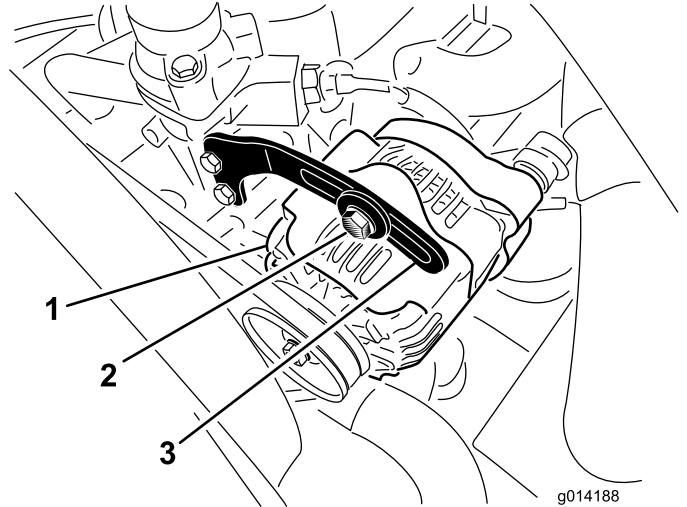

Figura 37
2. Verifique a tensão da correia do alternador, premendo-a (Figura 37) até meio caminho entre as polias do alternador e do cárter com uma força de 10 kg.
3. Desaperte o parafuso que prende o suporte ao alternador (Figura 37) e o parafuso da articulação do alternador.